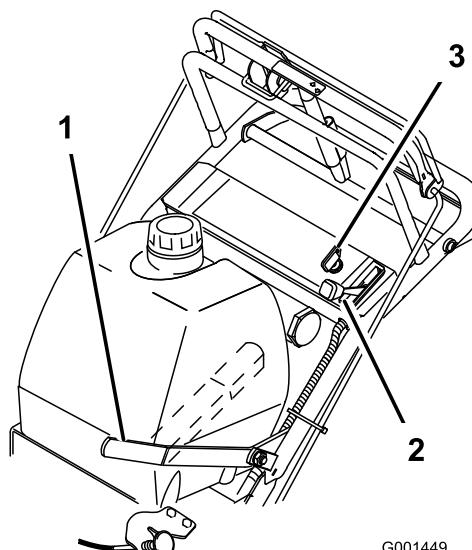

Figura 7
5. Gire la llave de contacto a la posición de **marcha** (Figura 7).
8. Tire del mando del estarter si el motor está frío (Figura 7).
1. Mueva la palanca del acelerador a la posición de **lento** (Figura 7).
3. Haga girar la llave de contacto a **Desconectado** (Figura 7).